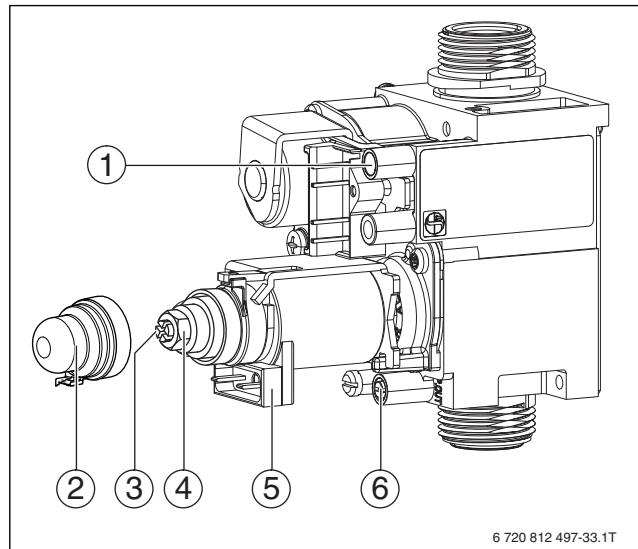

Рис. 26 Газовая арматура
- ▶ Отверните запорный винт штуцера измерения давления на форсунках (→ рис. 26, [1]) и подсоедините U-образный манометр.
- ▶ Снимите крышку (→ рис. 26, [3]).
- ▶ Настройка максимального давления на форсунках: Установите давление на форсунках регулировочным винтом максимального расхода газа (→ рис. 26, [5]) (при этом удерживайте регулировочный винт минимального расхода газа). Поворот направо - больше газа, поворот налево - меньше газа.
- ▶ Отсоедините один из проводов катушки модуляции (→ рис. 26, [2]).
- ▶ Настройка минимального давления на форсунках. Установите давление на форсунках регулировочным винтом минимального расхода газа (→ рис. 26, [4]) (при этом удерживайте регулировочный винт максимального расхода газа).